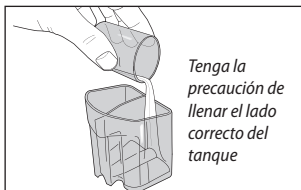

Fig. 5
7. Añada 80 ml de agua corriente/agua destilada al lateral de mayor capacidad del tanque de llenado secundario (el lateral alimentado por el tubo de succión), Fig. 5.